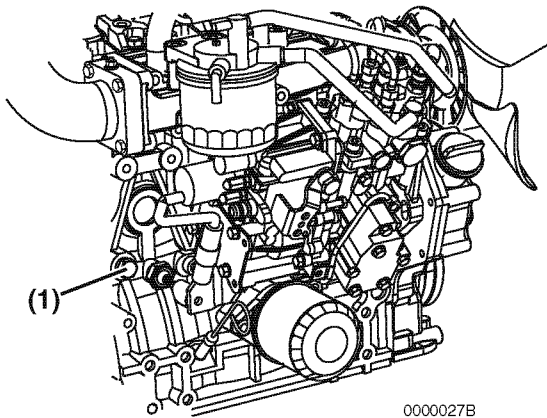

Figura 20
- En los modelos que no estén equipados con un refrigerador de aceite, extraiga el tapón de purga del refrigerante (**Figura 20, (1)**) del bloque del motor.